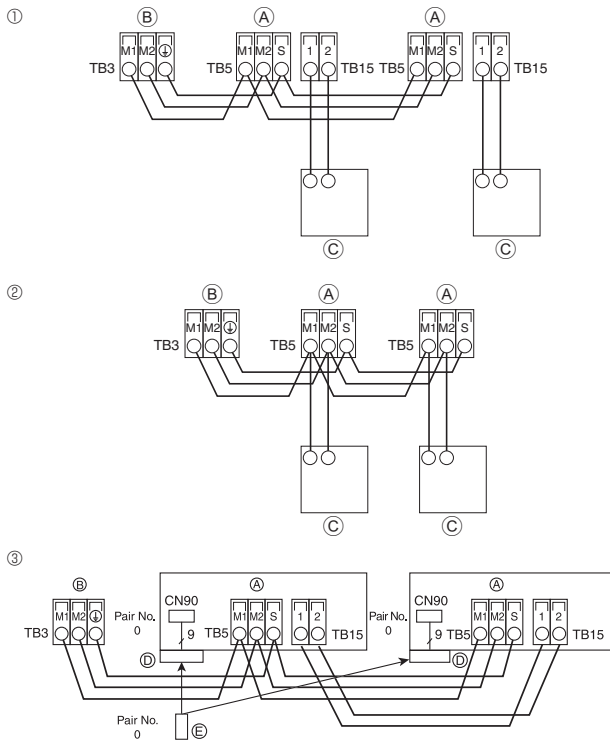
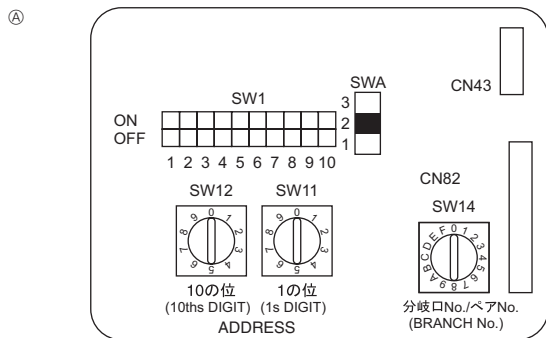

Fig. 6-3
Fig. 6-4
6.4. Anschluss der Fernbedienungs-, Innen- und Außenübertragungskabel (Fig. 6-3)
① MA-Fernbedienung
② M-NET-Fernbedienung
③ Kabellose Fernbedienung (bei Installation des kabellosen Signalempfängers)
6.5. Adressen einsetzen (Fig. 6-4)